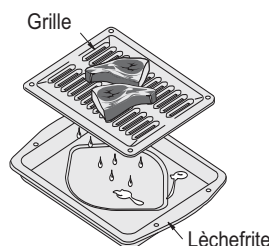

Figure 16 : Lèchefrite/grille
1. Disposez les grilles dans le four et placez la grille de la lèchefrite sur la lèchefrite, puis placez la viande sur la grille. Assurez-vous de respecter tous les avertissements et toutes les mises en garde (**Figure 16**).